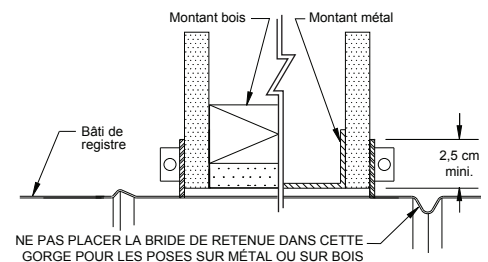

Figure 3 — Ouvertures murales
- Encadrer l'ouverture comme sur la Figure 3.